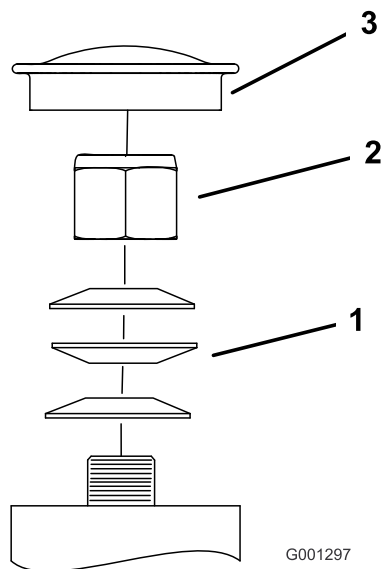

Figura 58
3. Togliete lo scodellino parapolvere dalla ruota orientabile e serrate il dado di bloccaggio (Figura 58).
4. Serrate il dado di bloccaggio finché le rondelle elastiche non sono piatte, quindi allentate di un quarto di giro per mettere a punto il precarico sui cuscinetti (Figura 58).
Importante: Verificate che le rondelle elastiche siano correttamente montate, come riportato nella Figura 58.
5. Montate gli scodellini antipolvere (Figura 58).